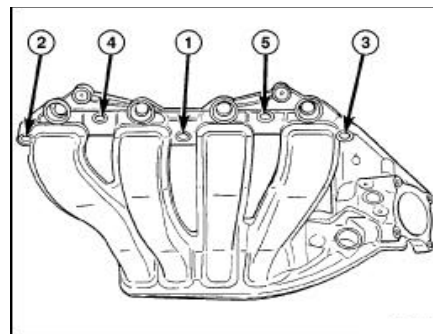

图. 109 进气歧管紧固顺序
- (1) 清洁歧管密封表面。
- (2) 检查和更换进气歧管密封。
- (3) 安装进气歧管和紧固件, 紧固力矩为 $26\text{ N}\cdot\text{m}$ (图. 109)。